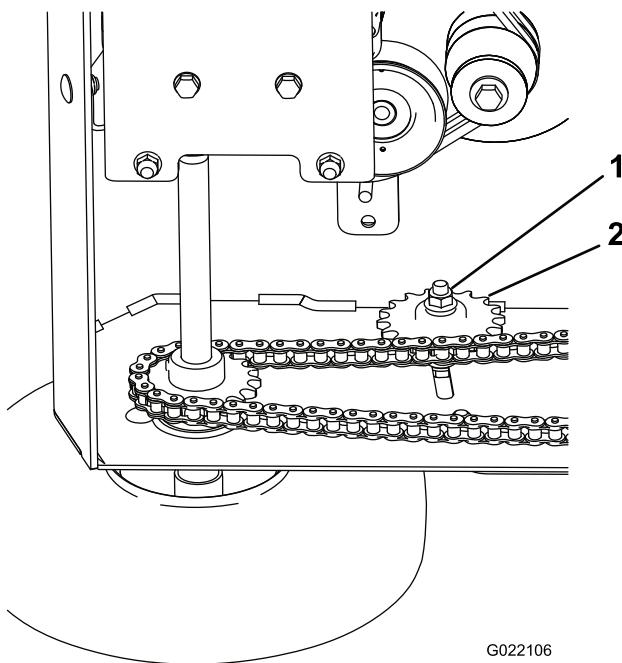

Figura 32
- Afloje la tuerca que sujetá el piñón tensor de la cadena (Figura 32).